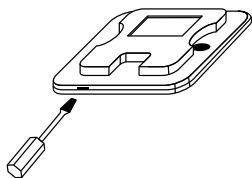

Рис. 15.
2. С помощью отвертки с плоской головкой, подденьте нижний паз проводного контроллера, откройте верхнюю крышку (рис. 15).